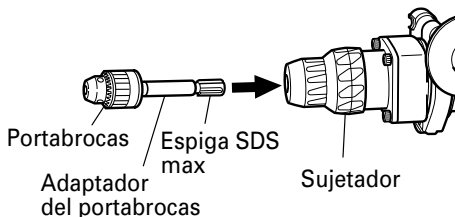

Fig. 14
- (2) Fijación del adaptador para portabarreras a portabarreras (Fig. 14)